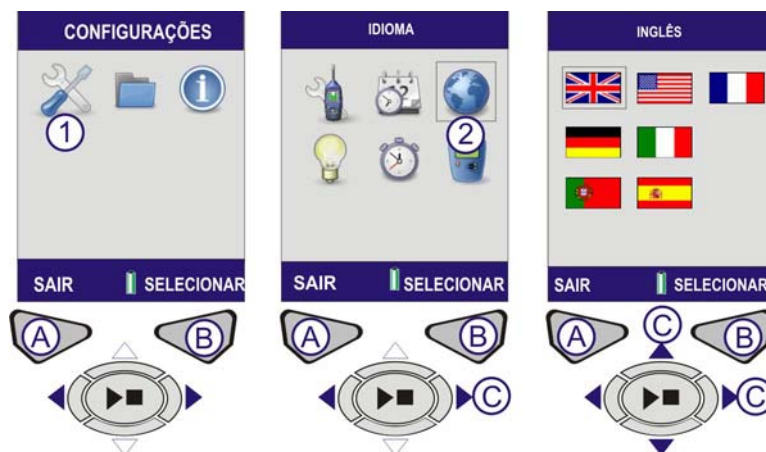

Figura 6 Configurar Idioma
**D. CONFIGURAR IDIOMA (Consultar a Figura 6)**